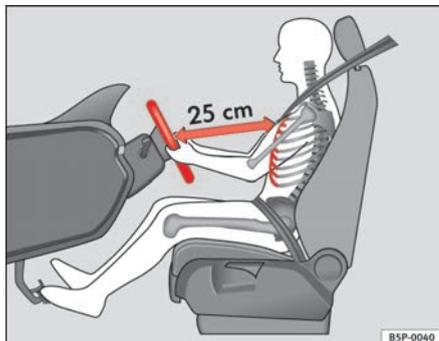

Fig. 1 Distância correcta entre o condutor e o volante
- Ajustar o volante de modo a que a distância entre o volante e o tórax seja de pelo menos 25 cm ⇒ **fig. 1**.
- Regular o banco do condutor de modo a assegurar uma distância mínima de 25 cm entre o esterno e o centro do volante ⇒ **página 10, fig. 1**. Se essa distância for inferior a 25 cm, o sistema de airbag não poderá protegê-lo convenientemente.